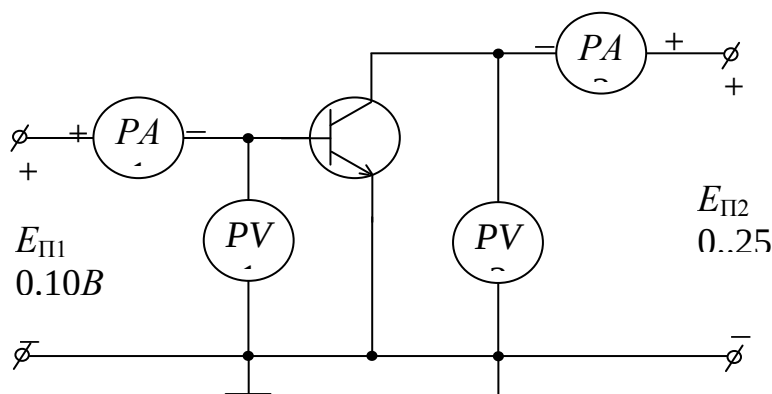

Рис.3.5.б. Схема включения $n-p-n$ транзистора в схеме с ОЭ для снятия
10. Собрать схему для снятия характеристик транзистора при включении его по схеме ОЭ, изображенной на рис. 3.5, а или 3.5, б в зависимости от структуры транзистора.
Рис.3.5 а. Схема включения $p-n-p$ транзистора в схеме с ОЭ для снятия